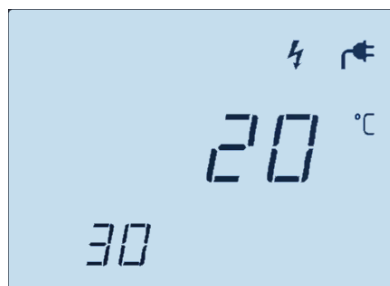

Рисунок 15. Цифровой индикатор Устройства, отображающий температуру и влажность
ВЛАЖНОСТЬ: Если к Устройству подключены парогенератор и датчик влажности, то нажатие кнопки ВЛАЖНОСТЬ (8) включит парогенератор и отобразит символ  в верхней строке цифрового индикатора, а в нижней строке будет мигать текущее значение влажности (в %, рис. 15). Нажатиями кнопок « - » и « + » задать желаемое значение влажности в помещении сауны (по умолчанию 30 %).